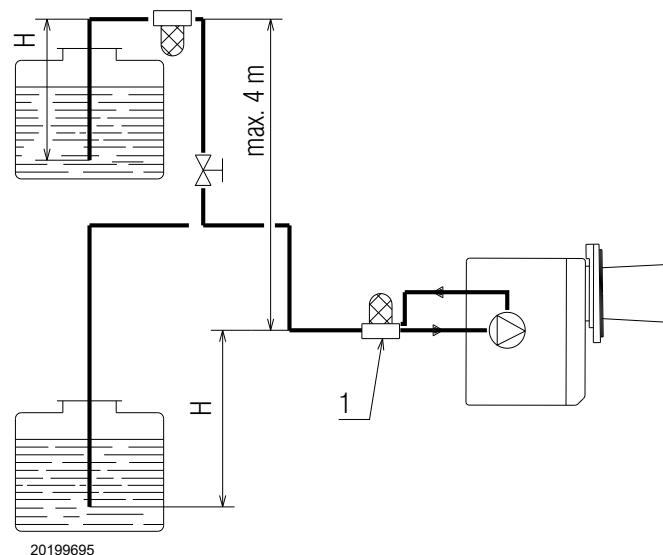

Abb. 13
Bei einem Zweirohrsystem empfehlen wir die Verwendung eines geeigneten Entgasungsfilters gemäß dem Anschlusschema (siehe Abb. 13). Bei einem solchen EntgasungsfILTER kann es sich beispielsweise um den Tigerloop B100 handeln.
Bei der Verwendung von Brennstoffen mit einem Bioanteil (FAME) von mehr als 30 % rät der Hersteller von einem Zweirohrbetrieb ab, um so eine Übersättigung des Biodiesels zu vermeiden; soll der Zweirohrbetrieb beibehalten werden, wird das Verwenden eines Entgasungsfilters (1) (Abb. 13) empfohlen. Die Sauerstoffanreicherung des Biodiesels führt zu einer Zersetzung des Brennstoffs und zum Bilden von potenziell für den Brenner schädlichen Verbindungen und Ablagerungen.